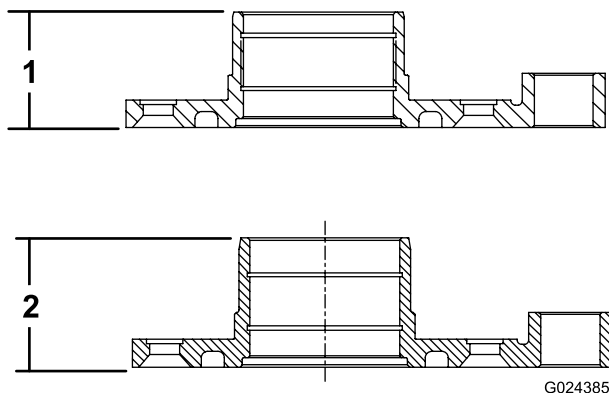
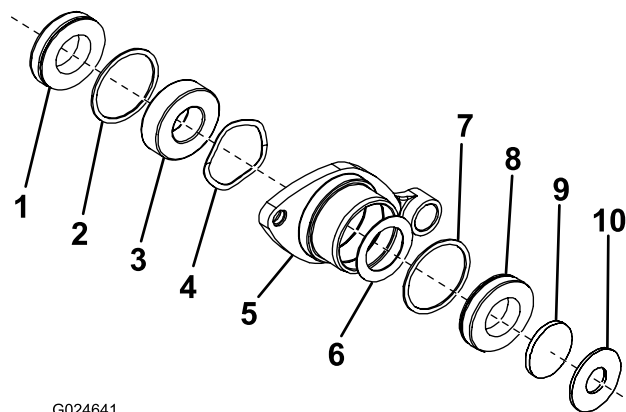

Figura 4
Figura 6
1. Instale o novo rolamento na caixa de rolamentos esquerda ou placa lateral (Figura 6).
- Em modelos com caixas de rolamentos integradas ou caixas de rolamentos com um comprimento do furo de 4 cm (Figura 4), utilize a anilha (incluída no kit) para pressionar cada vedante para a caixa de rolamentos até que a anilha esteja alinhada com a extremidade exterior da caixa de rolamentos.
- Em caixas de rolamentos com um comprimento do furo de 4,5 cm (Figura 4), pressione o vedante interior para a caixa de rolamentos mais uns 5 mm utilizando o espaçador e a anilha incluída no kit (Figura 6). O espaçador tem 5 mm de espessura. Remova o espaçador quando estiver alinhado com a extremidade exterior da caixa de rolamentos.